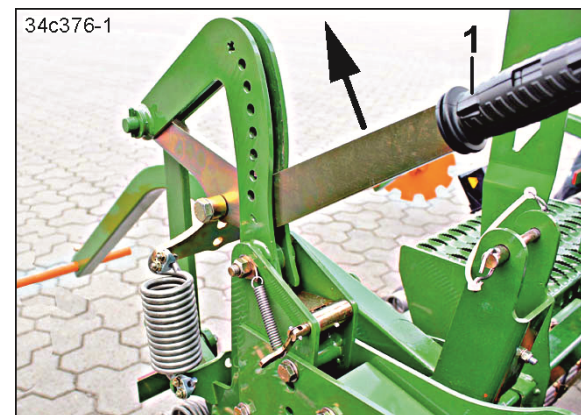

Fig. 205
4. Den Hebel (Fig. 205/1) in Pfeilrichtung ziehen.